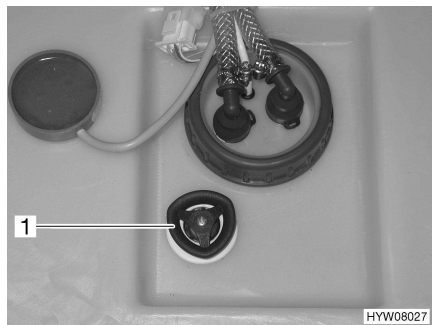

Bild 99 Vattentank med ratt
- Vrid ratten (Bild 99, 1) på vattentanken medurs till stoppläget.
- Vrid ratten (Bild 99, 1) på vattentanken moturs till motståndet. Vattnet rinner ut tills ca 20 liter är kvar.